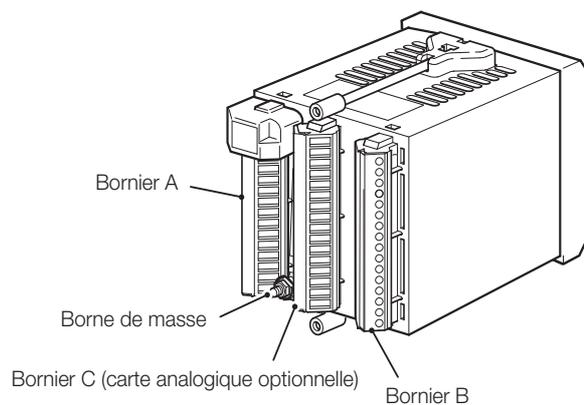

Figure 6.10 Accès aux bornes, analyseurs montés sur panneau
- La masse de l'alimentation secteur **doit** être obligatoirement connectée à la cosse de terre située sur le boîtier de l'analyseur – voir Fig. 6.8 (analyseurs pour montage mural/sur tuyauterie) ou Fig. 6.10 (analyseurs pour montage sur panneau).
- Mise à la masse (terre) - une borne de terre est montée sur le boîtier de l'analyseur pour assurer la connexion sur la barre collectrice (masse) - voir Fig. 6.8 (analyseurs pour montage mural/sur tuyauterie) ou Fig. 6.10 (analyseurs pour montage sur panneau).
6.5.1 Accès aux bornes – Figure 6.10